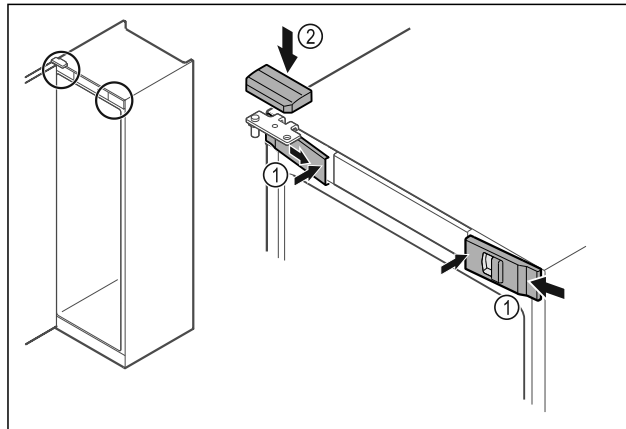

Fig. 50
- Futni nga anash kapakët mbulues të përparmë Fig. 50 (1) dhe mbërthejini nga brenda.
- Mbërtheni nga lart kapakun mbulues të sipërm Fig. 50 (2).